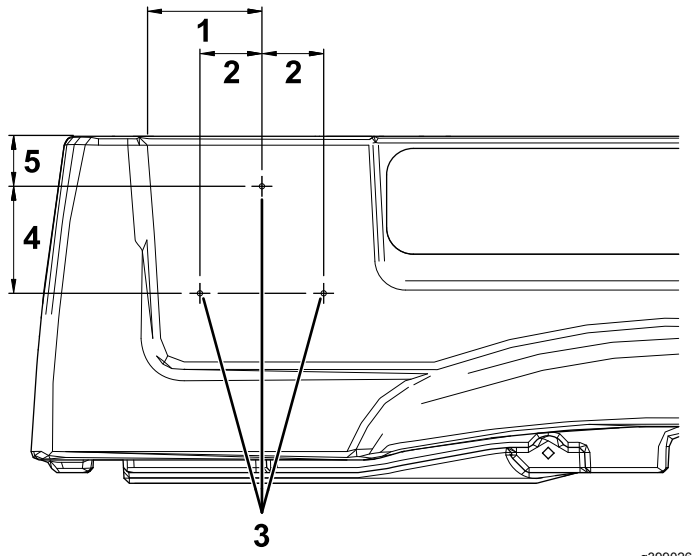

图 15
1. 在货斗的左侧从模塑件的右边缘测量出 136mm 从货斗顶部向下测量出 60mm 并标记此位置图 15。
2. 从步骤 1 中标记的孔向下测量出 128mm 然后从此位置向右和向左测量出 74mm 并标记这 2 个位置图 15。
3. 分别在 3 个标记的位置钻一个 5mm 的孔图 15。